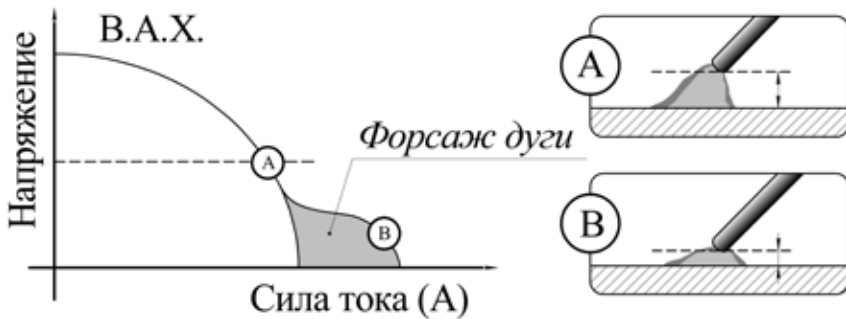

Рис. 7.3. Форсаж дуги.
| 17 | Регулятор форсажа дуги                  | Для ММА сварки (см. рис. 7.3).                                                                          |
**Форсаж дуги** - рекомендуется применять при сварке покрытыми электродами на малых токах. В процессе сварки происходит автоматическая регулировка силы сварочного тока, что уменьшает склонность к залипанию покрытого электрода к свариваемой детали (см. рис. 7.3).